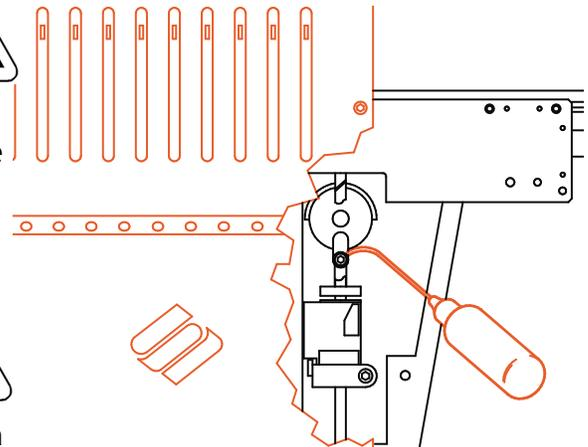

Figura 5-5
2. La figura 5-5 muestra el orificio de lubricación dentro de la máquina. Para acceder a este orificio, inserte la aceitera en el orificio con el buje rojo de la parte delantera del panel. Si es necesario, use una linterna.